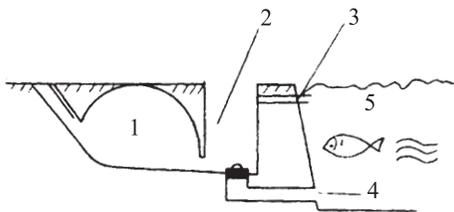

图9-4 全自动出料沼气池
(2) 注意事项。
①沼肥养鱼适用于以花白鲢为主要品种的养殖塘，其混养优质鱼（底层鱼）比例不超过40%。
②若为专业养殖户，可采用湖北省枝江市设计的猪沼鱼配套专用全自动沼气池（图9-4）。
③水体透明度大于30厘米时，说明水中浮游动物数量大，浮游植物数量少，施用沼肥可迅速增加浮游植物的数量，方法是每天施1次沼液，每次每亩100~150千克，直到透明度回到25~30厘米后，转入正常投肥。